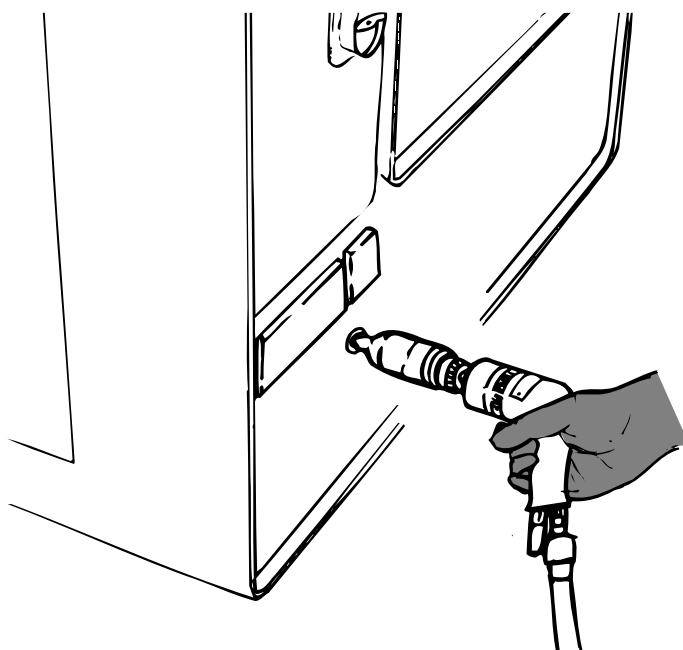

Fig. 4.5
- The lift motor is out of order. Use the rod provided in the accessory kit for emergency situations to raise the table manually, as shown in figure 4.5.
- Motor de levantamiento fuera de uso. Levantar manualmente la mesa mediante la barra de ayuda suministrada en el paquete de accesorios, como se muestra en la fig. 4.5.